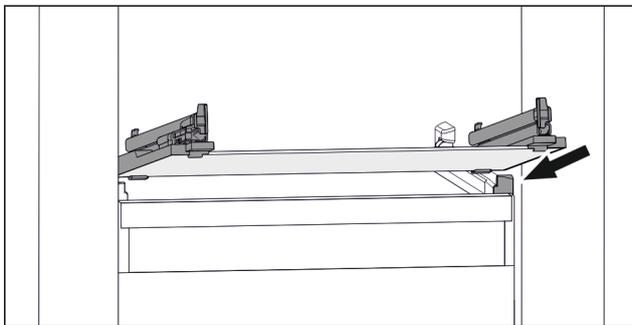

Fig. 42 Beispielhafte Darstellung der Glasplatte
- ▶ Glasplatte schräg hinter den Stopperrahmen aufsetzen. (siehe Fig. 42)